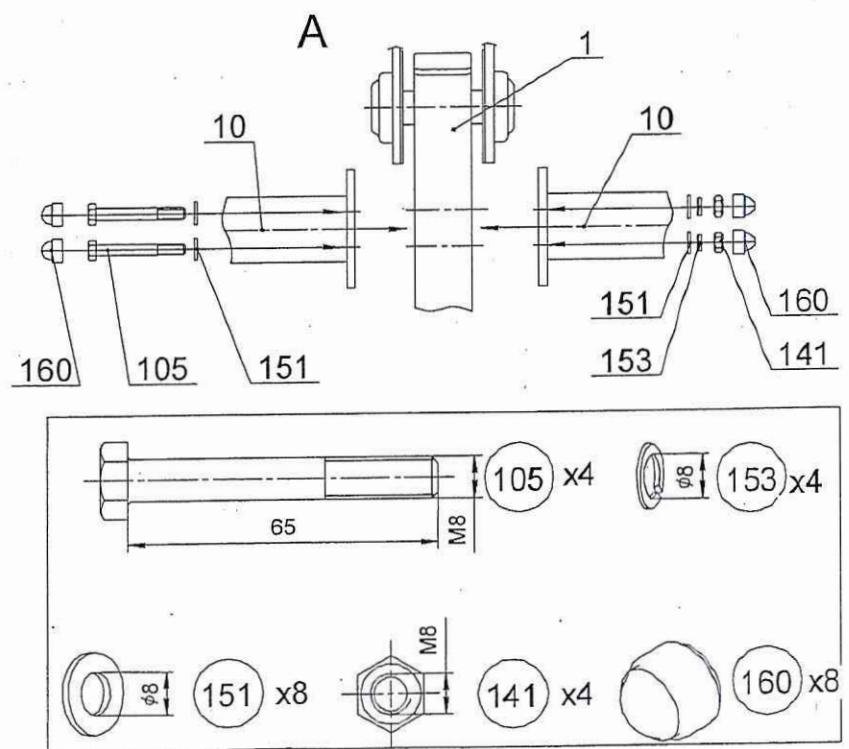

Рис.5
9.3.4 Установить и закрепить скобы поз.10 (рис.5)